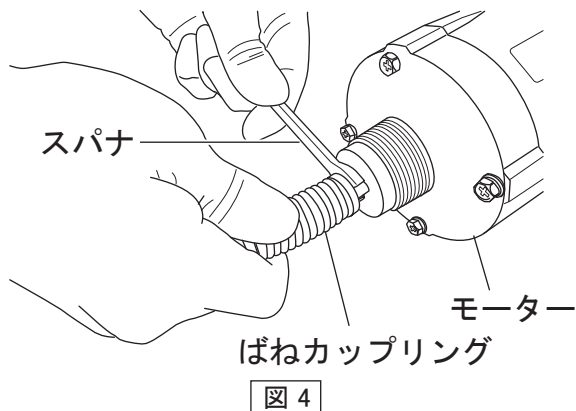

図 4
2. モーターにねじ固定されているばねカップリングを外す。(図4)
3. ばねカップリングをモーターに固定し、ばねカップリングと六角シャフトにグリースを塗布する。(図4)